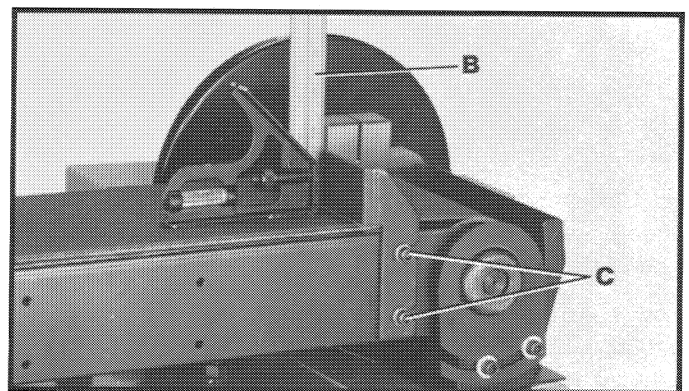

Fig. 26
3. Coloque una escuadra (B) Fig. 26 sobre la correa de lijado, con un extremo de la escuadra sobre el contratope, y verifique si el contratope está encuadrado con la correa de lijado.
4. Si resulta necesario efectuar un ajuste, afloje los dos tornillos (C) Fig. 26, y ajuste el contratope como corresponda. Apriete los tornillos (C) luego de haber efectuado el ajuste.